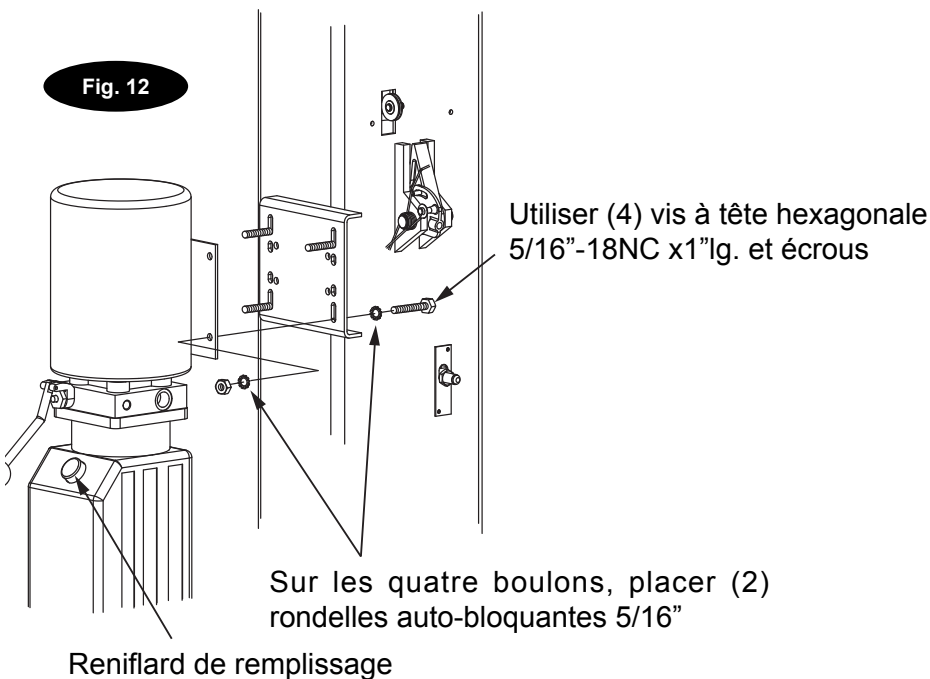

Fig. 12
**12. Unité de puissance :** Installer tout d'abord une rondelle auto-bloquante sur les (4) vis à tête hexagonale 5/16"-18NC x 1". Cette opération est très importante pour la mise à la terre. Placer les (4) vis à tête hexagonale 5/16"-18NC x 1" dans les trous du support de l'unité de puissance, voir fig.12. Monter l'unité avec le moteur sur le support de la colonne et installer (4) rondelles auto-bloquantes 5/16" et écrous 5/16". Installer et serrer manuellement le raccord sur la pompe jusqu'à ce que le joint torique soit bien positionné. Continuer à serrer l'écrou auto-freiné jusqu'à ce que l'écrou et la rondelle atteignent le point le plus bas contre le collecteur de la pompe.